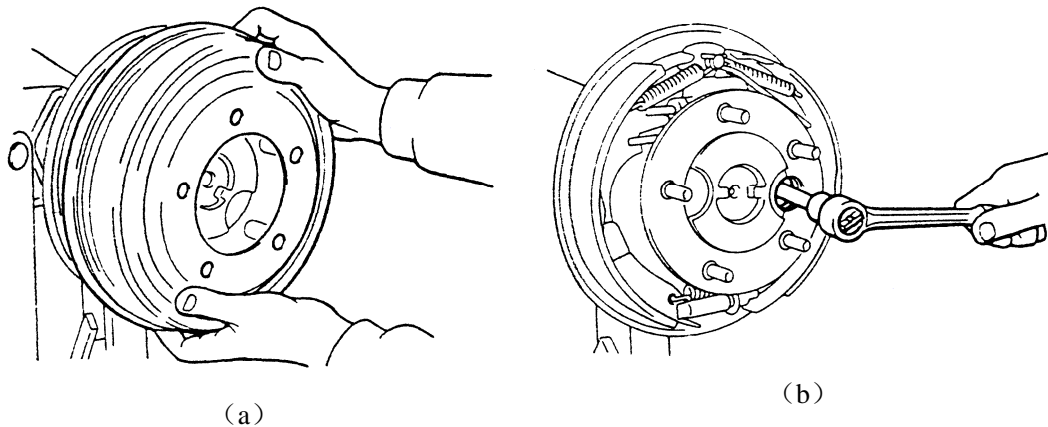

图 4-98 拆卸后半轴
(1) 如图 4-98 (a) 所示，拆卸轮胎后并取下制动鼓。
(2) 如图 4-98 (b) 所示，拆卸固定制动底板在轮壳上的底板固定螺母。注意底板固定螺母组装时不能重覆使用。